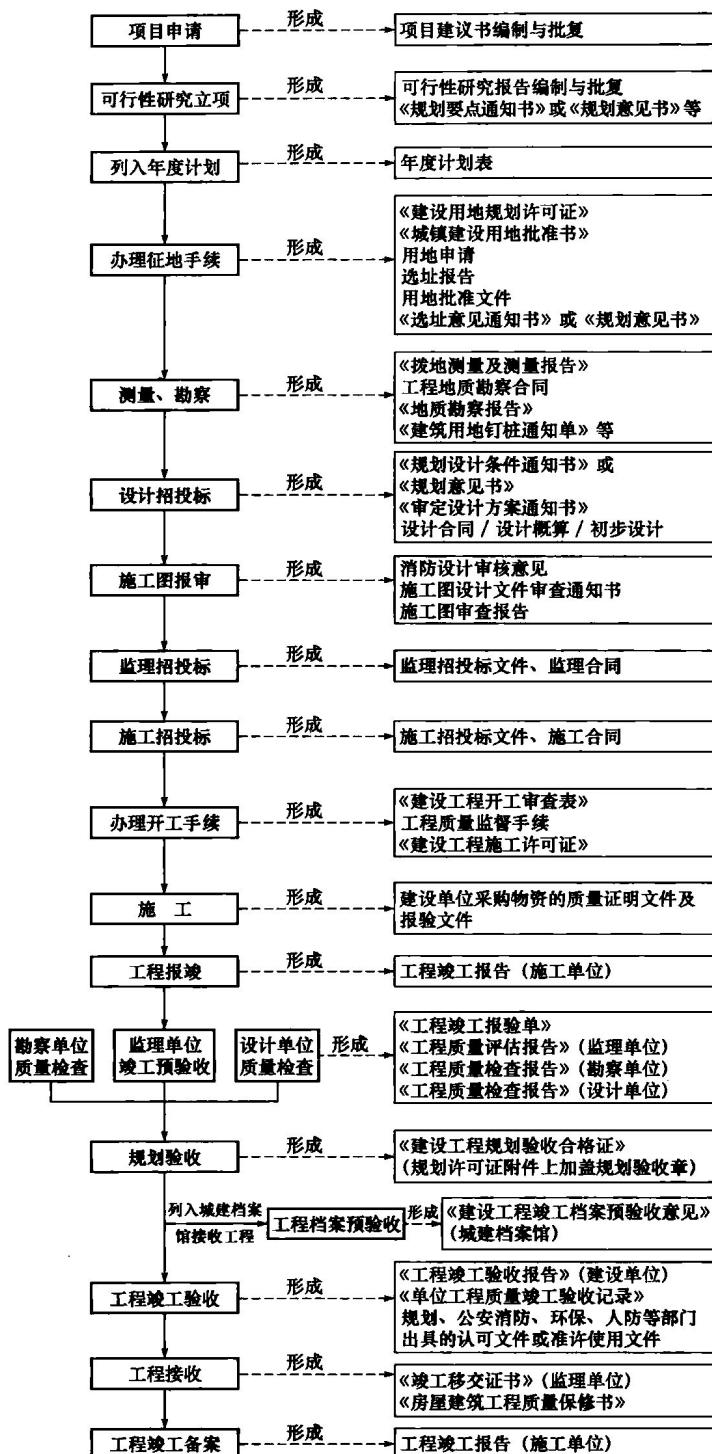

图 1-1 基建文件管理流程
(1) 基建文件必须按有关行政主管部门的规定和要求进行申报、审批，并保证开、竣工手续和文件完整、齐全。
(2) 工程竣工验收应由建设单位组织勘察、设计、监理、施工等有关单位进行，并形成竣工验收文件。
(3) 工程竣工后，建设单位应负责工程竣工备案工作。按照关于竣工备案的有关规定，提交完整的竣工备案文件，报竣工备案管理部门备案。
(4) 基建文件管理流程，如图 1-1 所示。